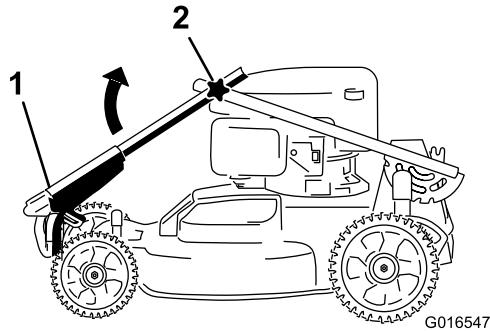
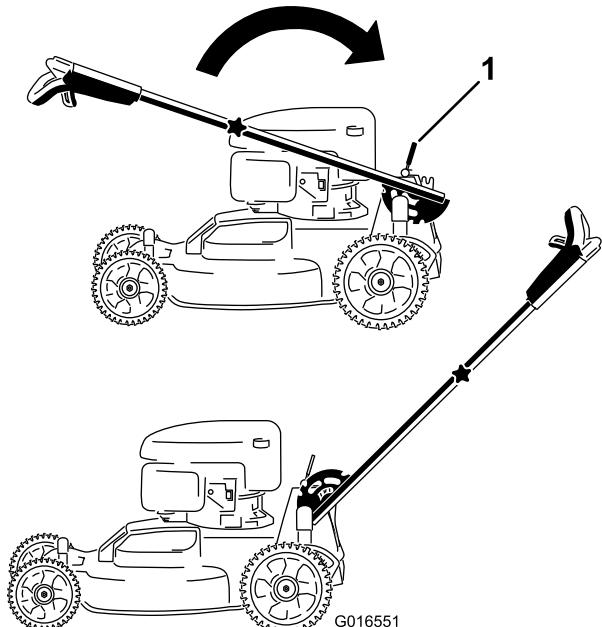

Bild 3
Bild 4
1. Drehen Sie den oberen Bügel so, dass er in den unteren Bügel eingesteckt ist (Bild 3); ziehen Sie die beiden Handräder an, um den oberen Bügel zu arretieren (Bild 4).
2. Lösen Sie den Bügellarretierungsgriff (Bild 4).
3. Ziehen Sie den Bügel nach hinten und arretieren ihn (Bild 4).